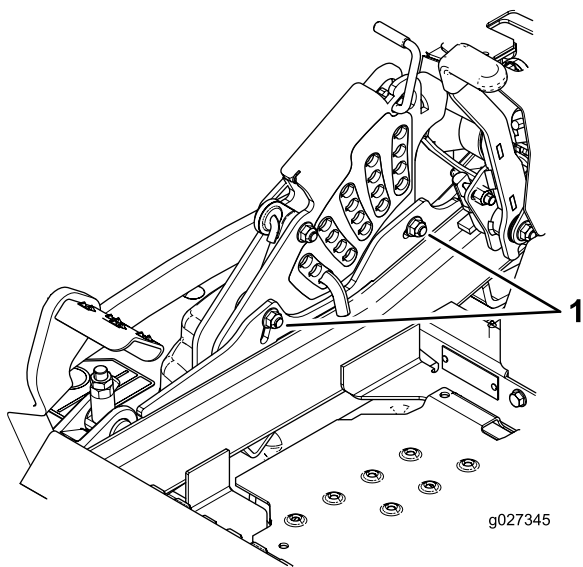

Figura 95
12. Para ajustar el sistema de ajuste de un solo punto, afloje los dos pernos situados cerca del borde inferior de la pletina de altura de corte. Consulte Figura 95.
14. Apriete los dos pernos situados cerca del borde inferior de la pletina de altura de corte (Figura 95). Apriete a 37-45 N m.